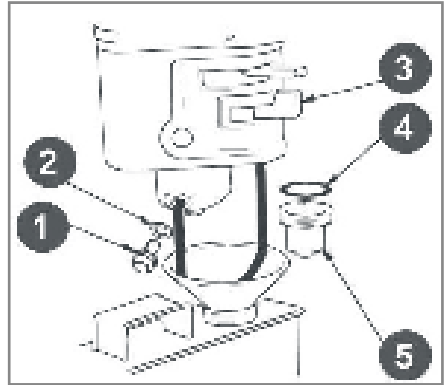

Рис. 16 Обслуживание фильтра отстойника
3. Открутите болт 1 сливного отверстия и слейте топливо из поплавковой камеры карбюратора (Рис. 16).
4. Открутите стакан отстойника 5, вылейте из него топливо в заранее подготовленную емкость (Рис. 16).